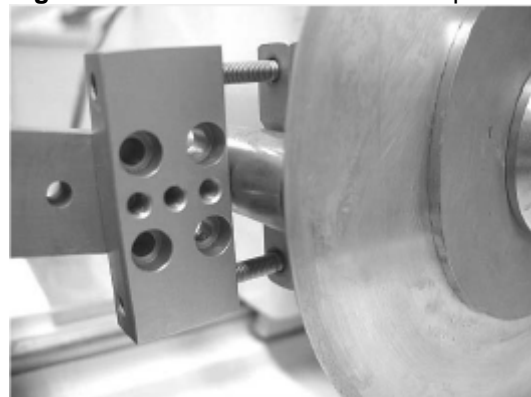

Figura 8. Disco recorriendo el ancho de corte.
- d. Gire la manivela en el sentido contrario al de las agujas del reloj hasta que el disco recorra el ancho del corte (ver **figura 8**).